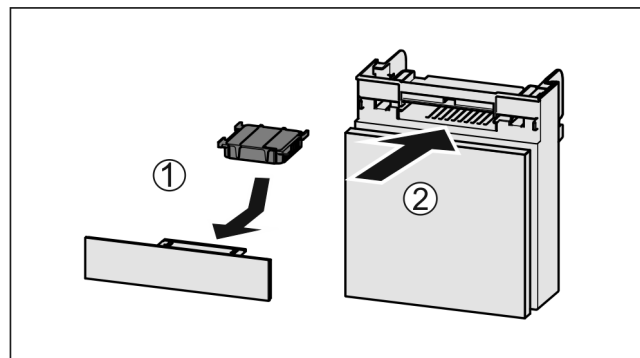

Fig. 235
- ▶ Aktivkohlefilter nach Abbildung einsetzen Fig. 235 (1).
- ▶ Fach einschieben Fig. 235 (2).